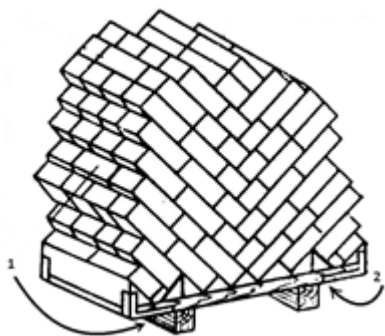

Рис. 3
3.4. По окончании работы машиниста, оператор ЗПК заводит оси захватных петель ЗПК до самого упора (насколько это позволяет конструкция поддона) (Рис. 3).